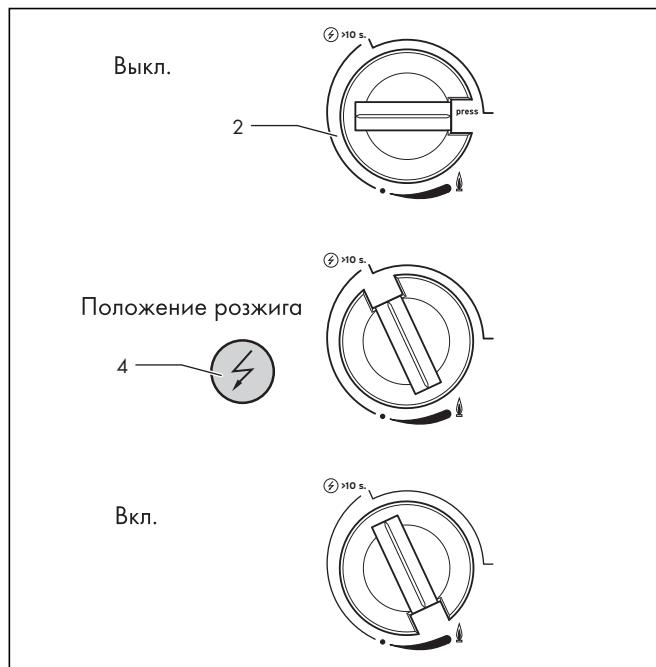

Рис. 4.4 Регулятор мощности
- Поверните регулятор мощности (2, см. рис. 4.4) из положения «Включено» вправо в положение розжига , затем прижмите его и поверните в положение «Выключено».